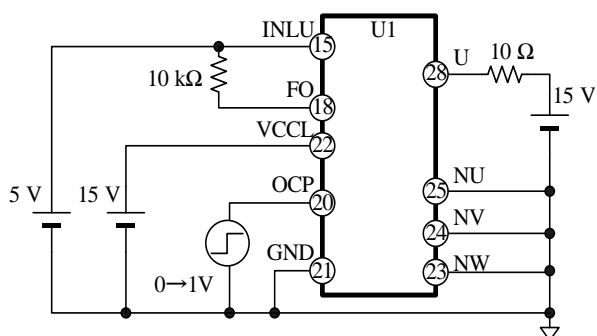
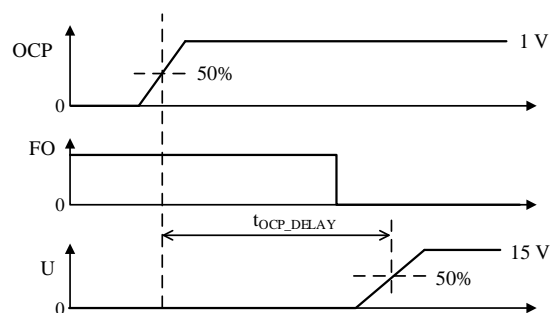

図 4-1 OCP 端子検出遅延時間の測定回路
図 4-2 OCP 端子検出遅延時間の定義
(1) 出荷検査は C_{CF0} = 0.01 μF の条件のみ実施。
(2) OCP 端子検出遅延時間の測定回路は図 4-1 参照（記載のない端子はすべてオープン）。OCP 端子検出遅延時間の定義は図 4-2 のとおり。
(3) 設計保証